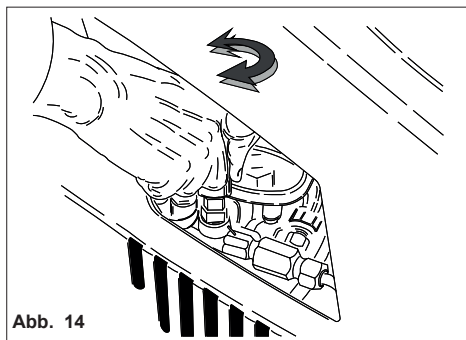

Abb. 14
Dieses Kapitel bezieht sich nur auf die Modelle, die über einen „Druckregulierer“ verfügen. Mit dieser Vorrichtung (Abb.14) kann man den Betriebsdruck regulieren. Wenn man den Drehschalter C entgegen dem Uhrzeigersinn dreht (B) (Minimum) wird der Betriebsdruck verringert.